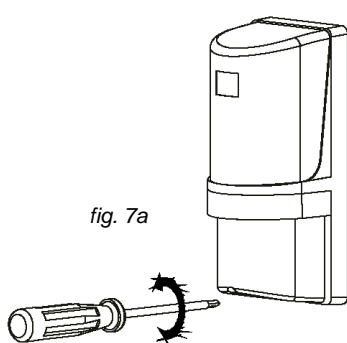

fig. 7a
- Enlever le couvercle (fig. 7a)